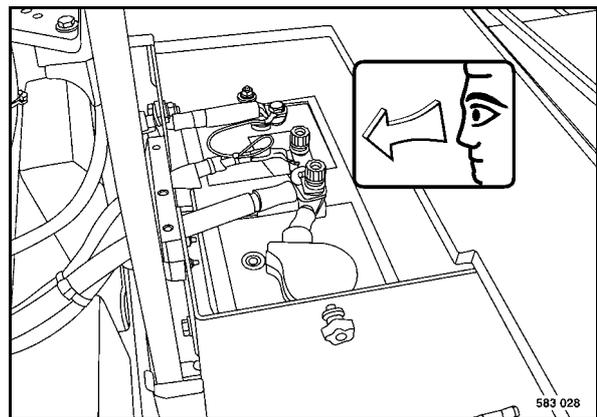

Рис. 147
- Извлечь аккумуляторную батарею (Рис. 147) и очистить ее место установки.